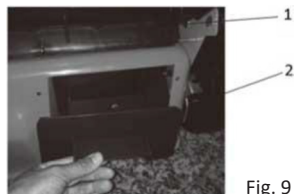

Fig. 9
- Retira el recogedor de hierba (Fig. 9 - elemento 1).
- Coloca el tapón para triturar la hierba en el conducto de descarga (Fig. 9 - elemento 2) y asegúrate de que esté bien colocado.